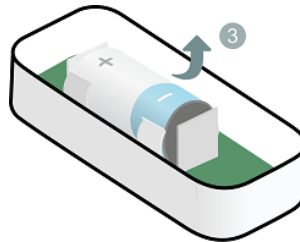

Рисунок 9.2 – Извлечение батареи
3. Извлеките батарею из датчика (см. рисунок 9.2), подождите 30 секунд и установите батарею обратно, соблюдая полярность.
Датчик находится в режиме связывания 60 секунд. Если Вы не успели связать его с хабом за этот период, то извлеките батарею из датчика (см. рисунок 9.2), подождите 30 секунд и установите батарею обратно, соблюдая полярность. Датчик вернется в режим связывания.